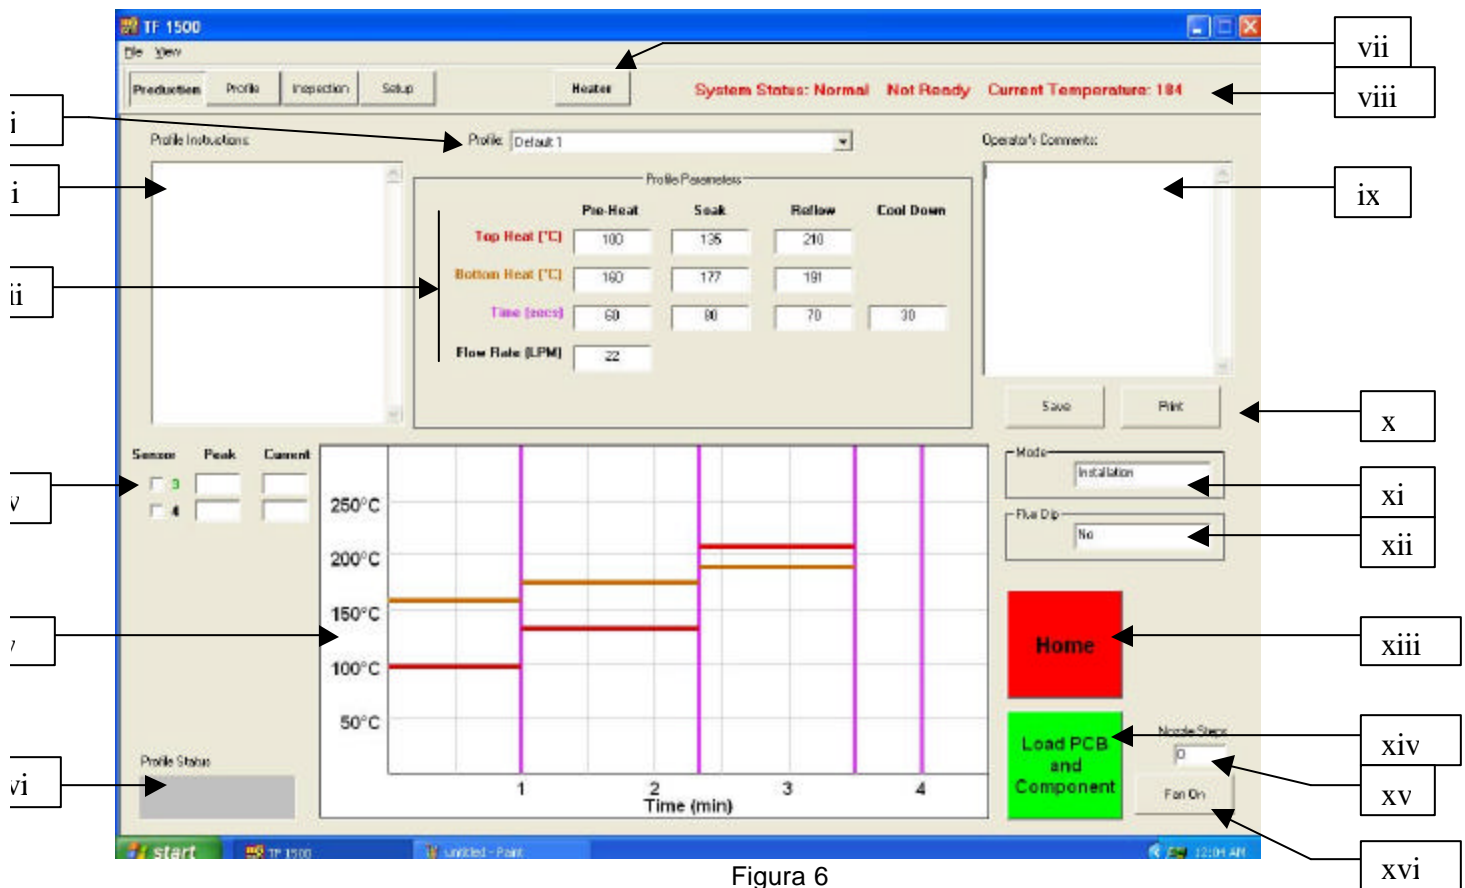

Figura 6
g. Opzioni della schermata Production (Produzione) (Figura 6)